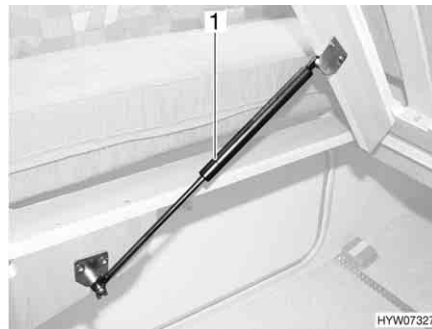

Fig. 133 Cama fija
- Levantar el somier. Los resortes por presión de gas (Fig. 133,1) retienen el somier en la posición abierta.